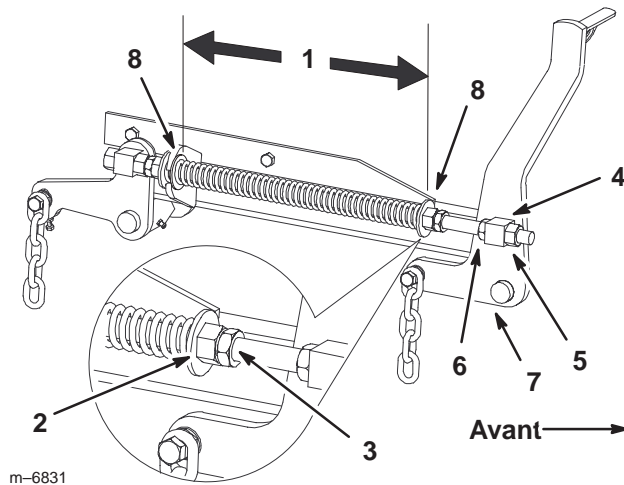

Figure 73
7. Desserrez d'environ 13 mm (1/2 pouce) les écrous de blocage à l'avant des pivots avant gauche et droit (Fig. 73).
8. Réglez les écrous de relevage sur les cotés gauche et droit de la machine de manière à **abaisser l'avant de 6 à 10 mm (1/4 à 3/8 pouce) au point A par rapport au point B à l'arrière** (Fig. 73).
2. Vérifiez que les deux grandes rondelles sont espacées de 26,7 cm (10-1/2 pouces) (Fig. 73).
3. Réglez cette distance en desserrant l'écrou de blocage du ressort et en tournant l'écrou devant chaque ressort (Fig. 73). Tournez l'écrou dans le sens horaire pour raccourcir le ressort, et dans le sens inverse pour l'allonger.
4. Bloquez l'écrou en position en serrant l'écrou de blocage du ressort (Fig. 73).